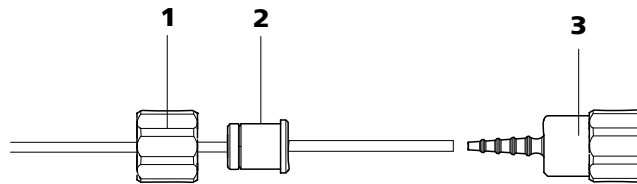

Figura 23 Instalación de una conexión de tubo de bomba sin filtro
- **Caso B:** una conexión de tubo de bomba **sin filtro** 6.2744.160 (véase Figura 23, página 44).